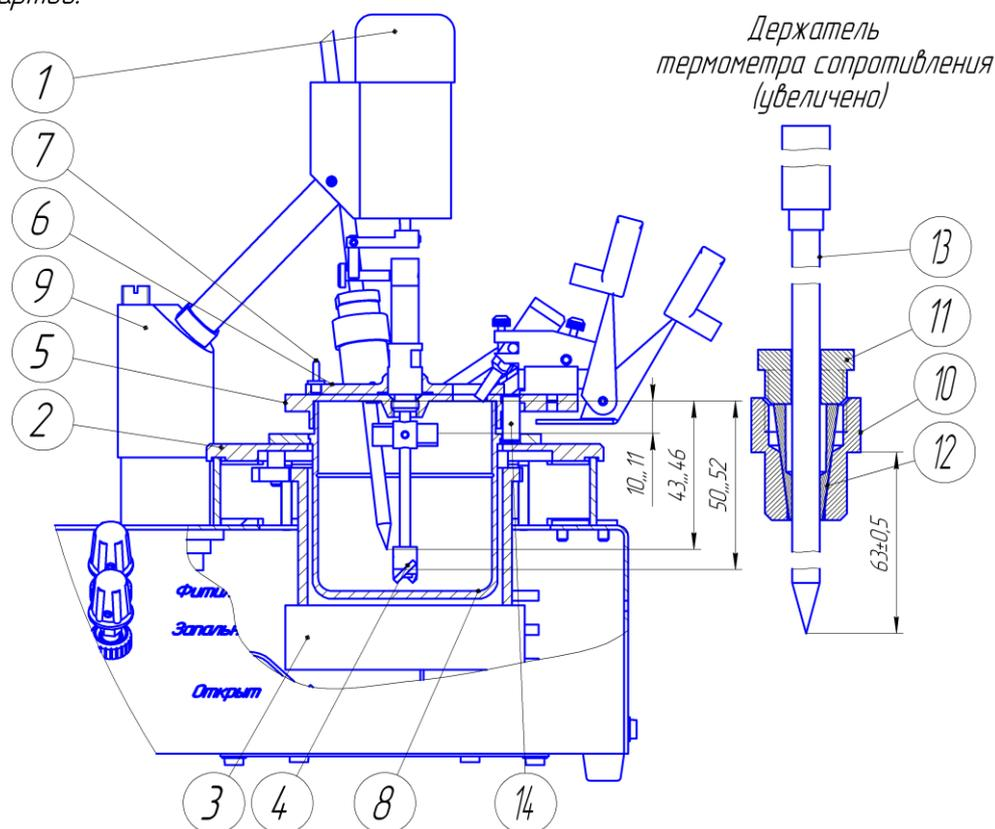

Рисунок 4- Установка тигля
Крышка тигля 14, выполненная в полном соответствии с требованиями вышеупомянутых стандартов, съёмная и состоит из непосредственно крышки с установленным на неё патрубком, который служит для установки термометра сопротивления с держателем (рисунок 4), и стойки мешалки, на которой закреплена полумуфта. На крышке расположена заслонка 15, которая поворачивается вокруг стойки мешалки посредством рычага 9, открывая (закрывая) фасонные отверстия. Зажигательное устройство устанавливается на призму 18, и крепится посредством прищепки 20 и штифта 21.
- вынуть тигель из воздушной бани 5 рисунок 4.
- установить палец 9 рисунок 4 в паз рычага открывания заслонки;
В случае несовпадения паза рычага открывания заслонки и пальца 9 рисунок 4 выполнить следующие манипуляции:
Установить аппарат согласно требований настоящего руководства по эксплуатации. Установить тигель в воздушную баню. Установить крышку на тигель, совместив штифты с отверстиями на фланце тигля, совместить паз рычага открывания заслонки с пальцем 9 рисунок 4. Нажать клавишу «ПОВОРОТ».